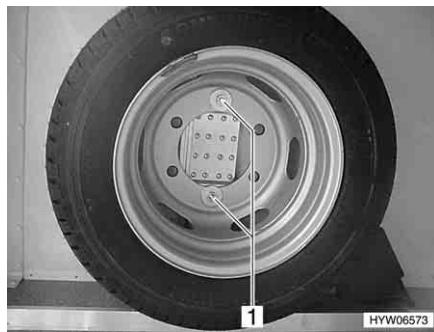

Fig. 267 Ruota di scorta nel gavone di coda
- Svitare i due bulloni (Fig. 267,1) con una chiave per dadi di fissaggio ruota.